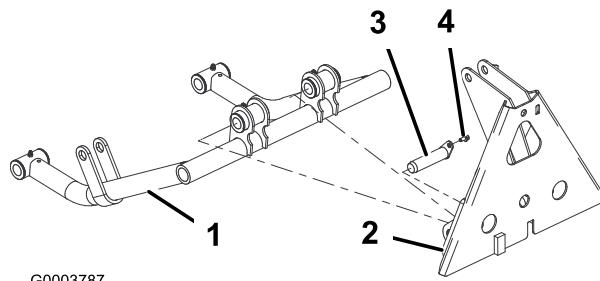

Figura 7
2. Fissare il tubo del braccio di spinta al pezzo di connessione con 2 gruppi perni. Fissare i gruppi perni al pezzo di connessione con 2 viti autofilettanti. Collocare i componenti come illustrato nella Figura 7.